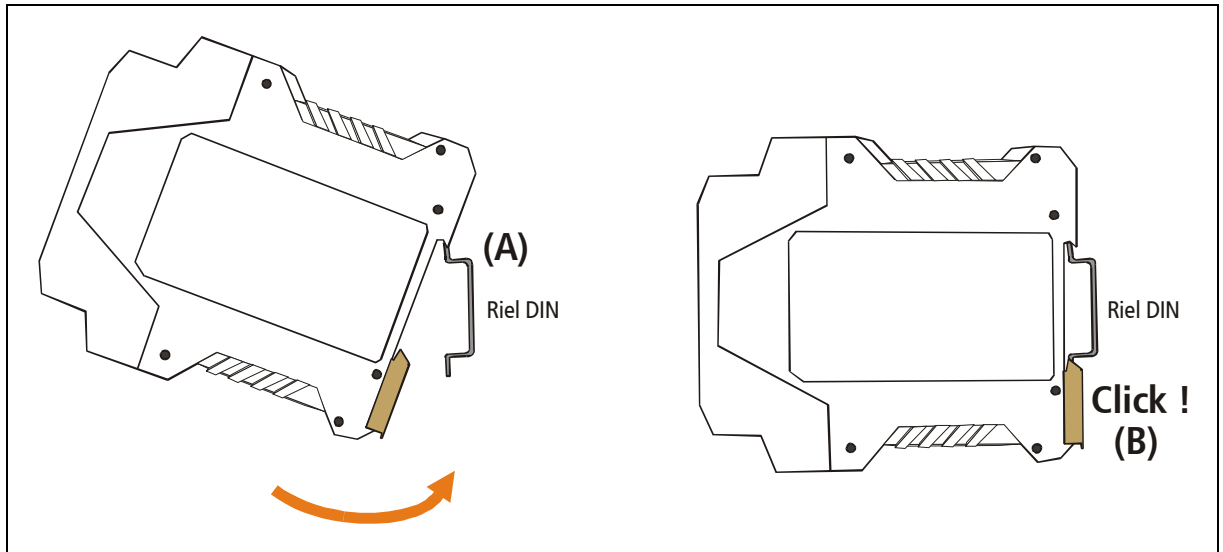

Figura 4 - Montaje del equipo sobre riel DIN
Para sujetar el equipo a este tipo de riel (como se muestra en la figura 4), oriente la parte superior del equipo hacia el riel y ubique la ranura del adaptador sobre el borde superior del mismo (A). Presione firmemente el equipo hacia el riel hasta que quede fijo. Escuchará un chasquido seco al momento de fijar el equipo al riel (B).